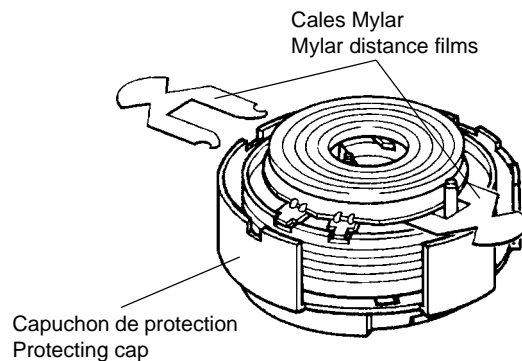

Fig. 11
- Attention:** Le capuchon de protection supérieur et les 2 cales mylar (épaisseur 0,15mm) restent sur le tambour de têtes pendant l'opération (Fig. 11).
- Attention:** The upper protecting cap and the 2 Mylar films (0.15mm thick) remain on the headwheel during this process (Fig. 11).